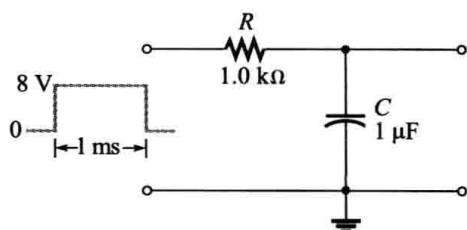

图 15-56
- 求图 15-56 所示单脉冲输入积分器的输出电压,
- 重画图 15-56 所示的电路使之成为微分器, 重做习题 8。